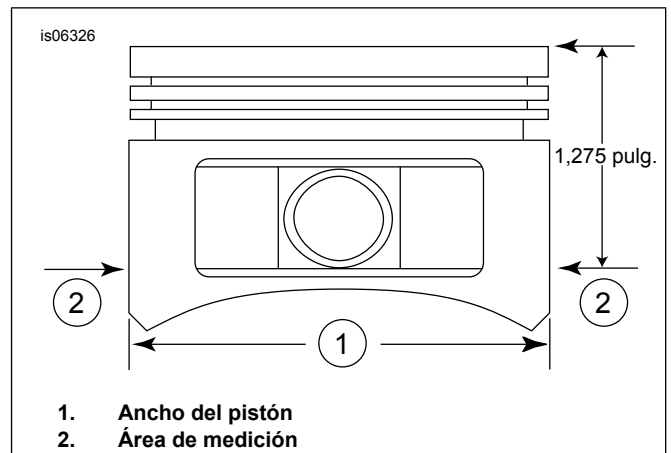

Figura 2. Medidas del pistón
5. Vea Figura 2. Mida el ancho del pistón (1), a 90 grados en sentido horizontal desde ambos lados del agujero del pasador del pistón y a 32,385 mm (1,275 pulg.) hacia abajo desde la superficie superior del pistón (2). Vea Tabla 6 para saber cuál es el ajuste del pistón al cilindro en esta ubicación.